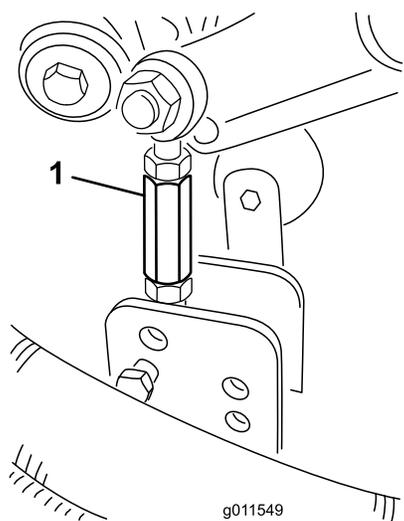

Figure 23
10. Enlevez les goupilles fendues et les axes de chape qui fixent les biellettes d'amortisseurs aux supports du plateau de coupe (Figure 23).